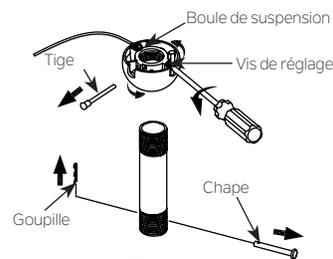

Fig. 6
Étape 2. Retirez la goupille et la chape de l'ensemble de la tige descendante, conservez-les pour une utilisation ultérieure. Retirez la boule de suspension de la barre descendante en desserrant la vis de réglage, en retirant la goupille transversale et en faisant glisser la boule de la barre (Fig.6).